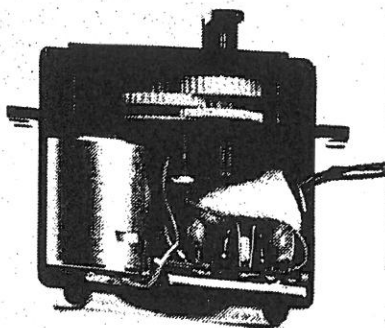

Fig 4. Servot öppnat. Här framgår hur kretskortet placerats i det trånga utrymmet.
(6) och (7). Se till att det är tätt överallt. Fig 4. Här är bak- och sidostyckena monterade. När bitarna (10) har fästs i bottenplattan, har framstycket (11) använts som mått. Bit (5) kan med fördel göras så bred att den går ända fram till bitarna (10). Det ger extra stadga åt kaviteten bakom högtalaren.